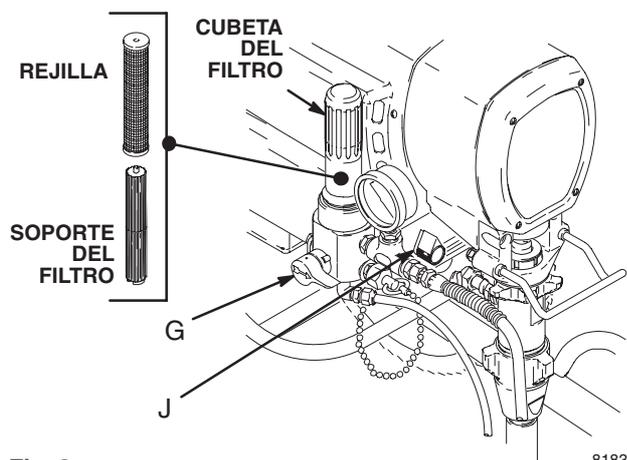

Fig. 8
1. Siga el **Procedimiento para liberar la presión** de la página 8. Enganche el seguro de la pistola. Vea la Fig. 8.
4. Coloque el tubo de aspiración en un recipiente metálico conectado a tierra, con 2 litros de disolvente compatible. Cierre la válvula de drenaje de presión (G).